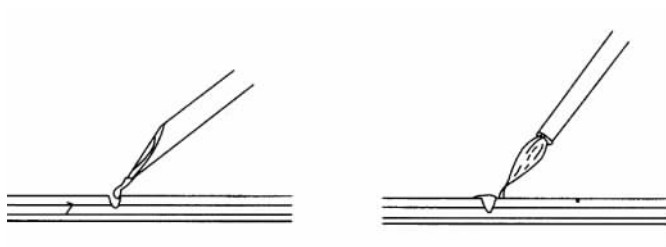

图 3-50 用牙签和小毛笔进行表面修理
② 用牙签或小毛笔蘸上少许面漆(为保证没有色差,最好用富余的面漆。若为双组分涂料,则必须添加固化剂),并迅速地滴到故障部位(鱼眼)或描绘于需要填补的部位(剥落漏白)。如图 3-50 所示。